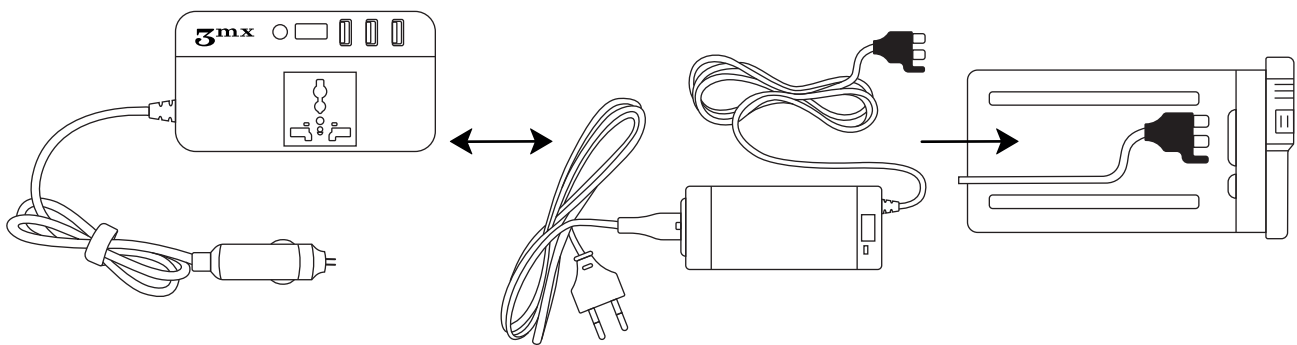

Рис. 10. Схема подключения к аккумулятору через инвертор и прикуриватель.
- 1** Подключить к аккумулятору блок питания: ограничитель на разъеме питания должен находиться справа от контактов разъема (см. Рис. 10).